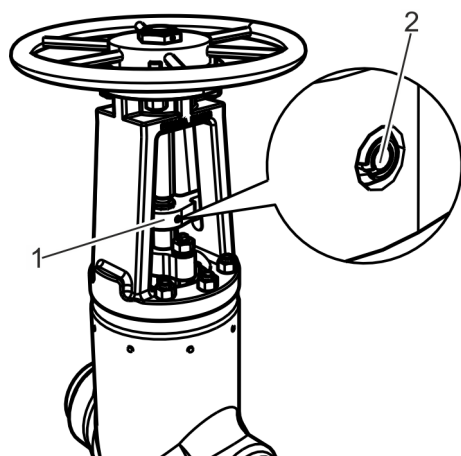

Fig. 21: Soltar el mecanismo anti-giro
1. ➔ Si hay un mecanismo anti-giro, suelte el mecanismo de fijación (Fig. 21/2) del mecanismo anti-giro (Fig. 21/1).